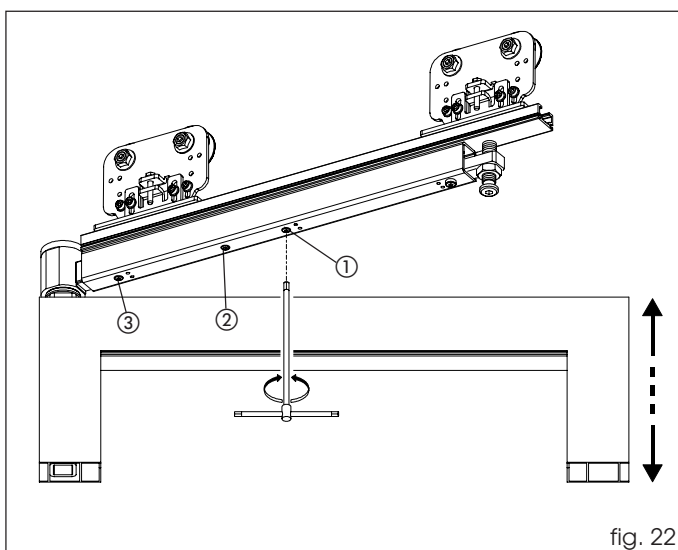

fig. 22
Regel de hoogte (fig. 22) met behulp van de koploze schroef ①. Span de blokkeerschroeven ② en ③.